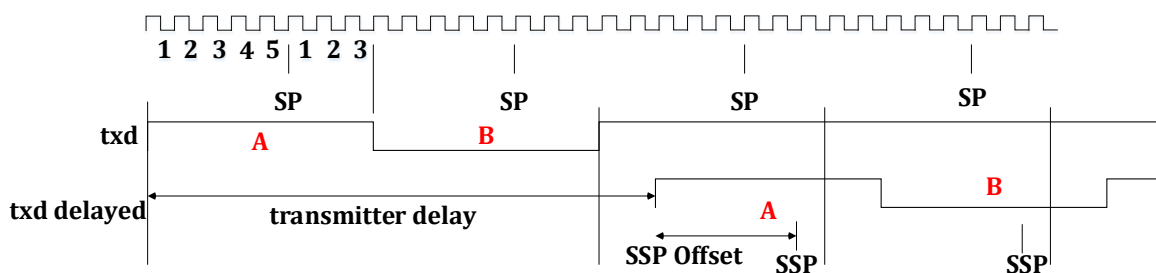

图 21-16 发射机延迟
图 21-16 给出了一个发射节点延迟比较大的例子。在该图中，显示了一个 txd 数据流，从位 A 和 B 开始。1bit 时间由 $t_{Seg1} = 5 TQ$ 的采样点 (SP) 之前的时间和 $t_{Seg2} = 3 TQ$ 的采样点之后的时间组成。在本例中，发送节点延迟大于 2 bit 时间。因此，使用原始采样点 SP 不能进行正确的采样。CAN FD 规范定义了一个附加的辅助采样点 (SSP)。如果 TDCEN=1 启用 TDC，CAN 控制器自动确定发送延迟。SSP 的位置是发送延迟加上 SSPOFF 定义的偏移量。SSPOFF 以 TQ 为单位，建议设置 t_{Seg1} 等于 SSPOFF。F_SEG_1 定义了数据波特率的 t_{Seg1} 。在图 21-16 中 F_SEG_1=3，选择 SSPOFF=5